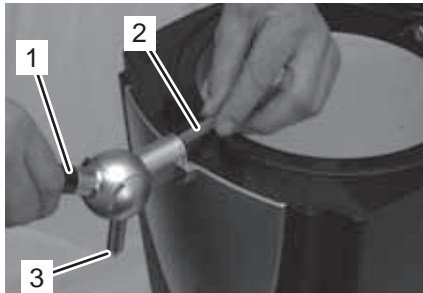

Fig. 27
9. Poussez le levier distributeur (Fig. 27/1) complètement vers le bas.
10. Veuillez introduire le tuyau distributeur (Fig. 27/2) dans la cannelure de sorte qu'il dépasse un peu au-dessous, à la sortie de la cannelure (Fig. 27/3). Faites-le alors tourner un peu dans tous les sens, pour faciliter l'insertion.
11. Ramenez le levier distributeur (Fig. 27/1) vers le haut et relâchez-le.